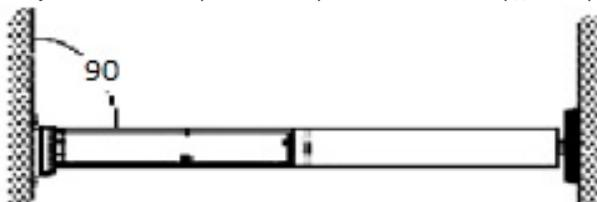

Рис. 6
### РУЧНОЕ УПРАВЛЕНИЕ (Рис.6)
- Привод RollHan (с ручным управлением) должен устанавливаться строго горизонтально, перпендикулярно крепежной пластине (Рис.6).